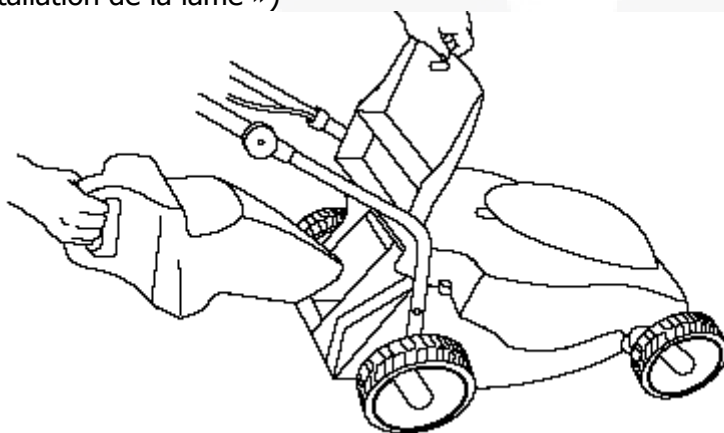

Figure 8
1. Otez le bac de ramassage de la tondeuse et installez l'obturateur, comme indiqué sur la figure 8. Enfoncez le jusqu'à ce qu'il soit bien enclenché.